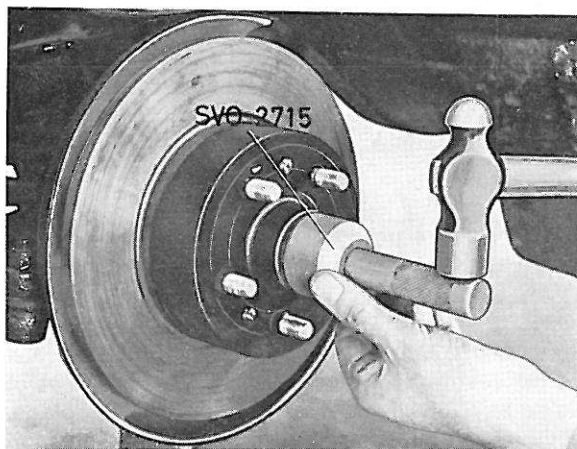
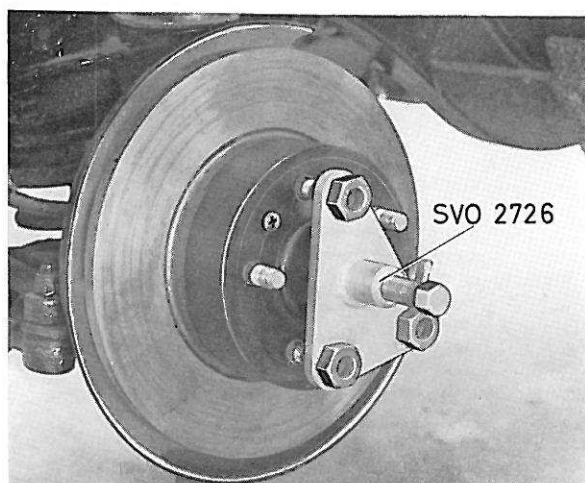

Figure 23. Démontage d'un chapeau de moyeu
Figure 24. Démontage d'un moyeu
4. Démontez le chapeau de moyeu en se servant du mandrin 2715 (figure 23). Enlever la goupille fendue et l'écrou crénelé. Démontez le moyeu en se servant de l'extracteur 2726 (figure 24). Extraire le roulement intérieur de la fusée de roue en se servant de l'extracteur 2722 (figure 25) en cas de nécessité.